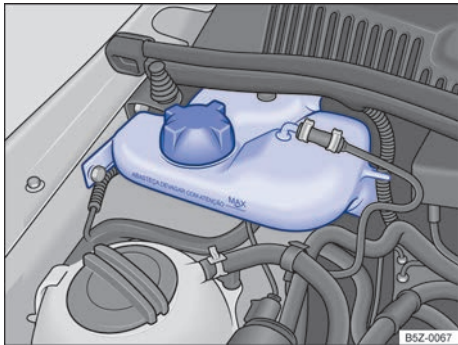

Fig. 134 En el compartimento del motor: depósito de gasolina para el sistema de arranque en frío para motor TOTALFLEX.
El depósito de gasolina del sistema de arranque en frío se encuentra en el compartimento del motor, del lado derecho \Rightarrow fig. 134.
- Nunca sobrepasar la marca "MÁX" indicada en el depósito \Rightarrow fig. 134.